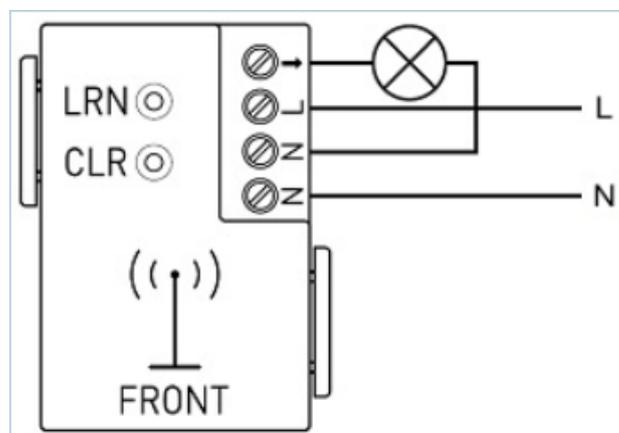

Рисунок 1 – Схема подключения актуатора ES-RCM-250 к сети
1. Нажмите кнопку **LRN** (Рисунок 1) и удерживайте ее.